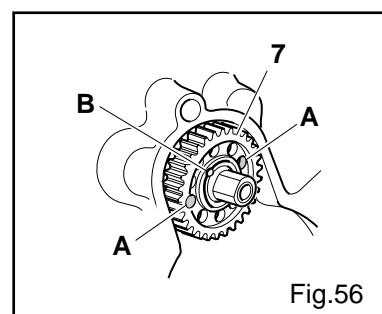

Fig.56
5. Verificare il posizionamento dell'ingranaggio "7" (Fig.56) dell'albero a camme: i due fori filettati "A" sull'ingranaggio devono essere disposti orizzontalmente e la spina "B" sull'albero a camme dev' essere posizionata in alto.
- 5.** Verifying the position of gear "7" (Fig. 56) of cammeshift: the 2 threaded hole "A" on the gear they have to be inclined horizontally and thorn "B" on cammeshift to be positioned in high.
- 5.** Die Position des Zahnrades "7" (Abb.56) der Nockenwelle prüfen: beide Gewindebohrungen "A" des Zahnrades sollen in Horizontalrichtung angeordnet sein; Stift "B" an der Nockenwelle soll oben liegen.
- 5.** Contrôler la position de l'engrenage "7" (fig.56) de l'arbre à cames: les deux trous filetés "A" sur l'engrenage doivent être en position horizontale et la cheville "B" sur l'arbre à cames doit être en haut.
9. Verificare che l'allineamento dell'ingranaggio dell'albero a camme, (come illustrato in Fig.56) sia corretto.
9. Verifying that alignment of gear of cammeshift it is correct (how illustrated in figure 56).
9. Die Ausrichtung des Zahnrades der Nockenwelle prüfen: siehe Abb.56.
9. Vérifier l'alignement de l'engrenage de l'arbre à cames: voir fig.56.